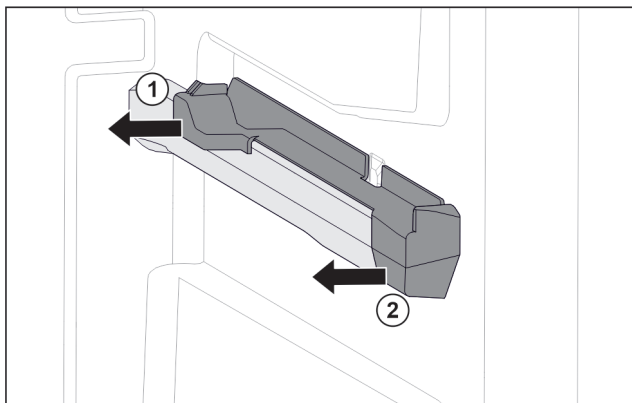

Fig. 58 Natični nastavek na desnemu nastavku za posodo
- ▶ Natični nastavek zadaj izvlecite v stran. Fig. 58 (1)
- ▶ Natični nastavek spredaj izvlecite v stran. Fig. 58 (2)